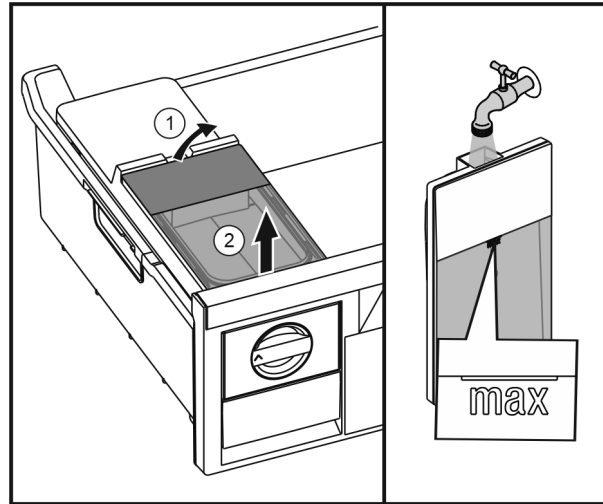

Fig. 45
- Поднять бак для воды сзади Fig. 45 (1) и извлечь движением вверх Fig. 45 (2).